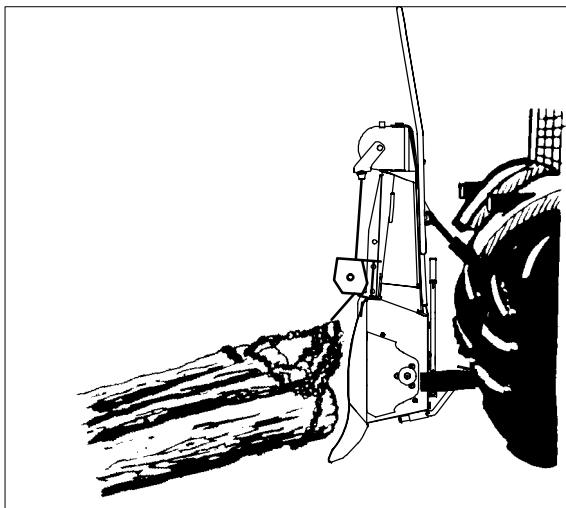

Fig. 28. Vinsjing over den nedre kasteblokken
3. Hev 3–punktstasjonen slik at stokkene kommer over bakken (fig. 28.).